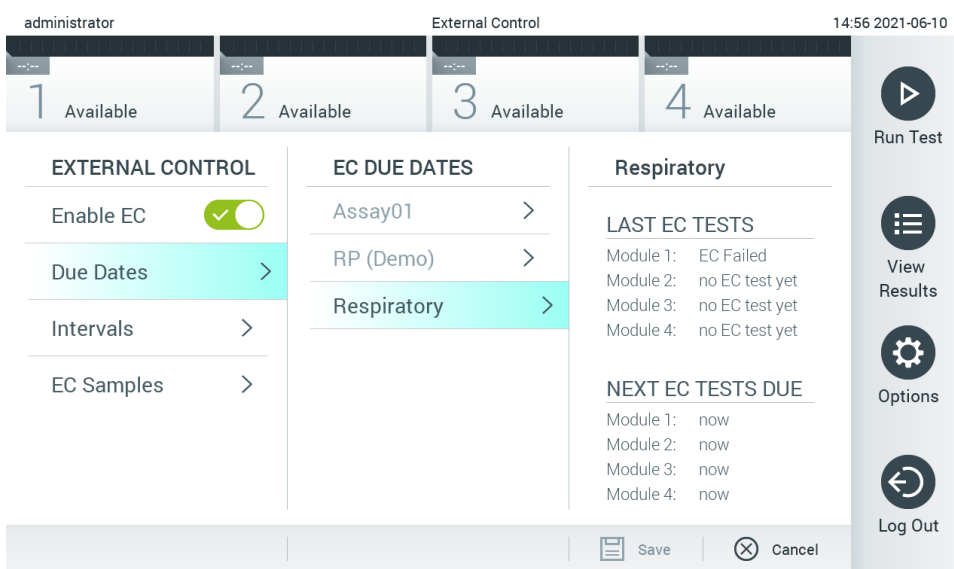

図 51.External Control Due Dates (外部コントロールの期日) 画面。
3. **Due Dates** (期限) を選択し、次にリストからアッセイを選択して、アッセイおよび解析モジュールごとに、最終外部コントロール検査実施日と次の外部コントロール検査の期日を確認します (図 51)。